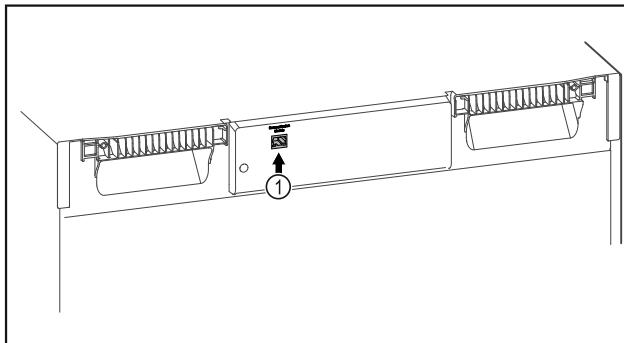

Fig. 150
- Se utiliza SmartModule Fig. 150 (1).